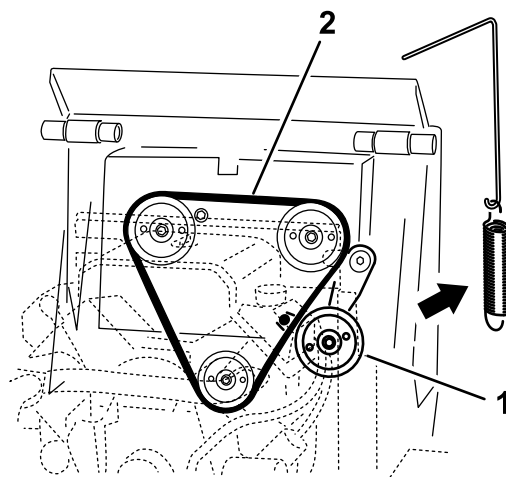

Figure 58
5. Enlevez le ressort de la poulie de tension (Figure 58).
7. Placez une courroie d'entraînement neuve sur les 3 poulies (Figure 58).